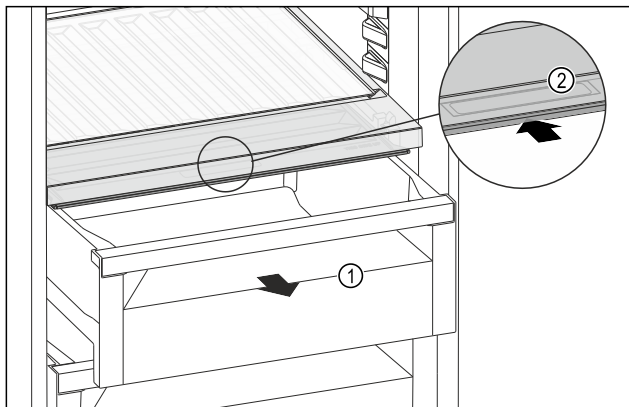

Fig. 195
- ▶ Schubfach Fig. 195 (1) herausziehen.
- ▶ Griffmulde Fig. 195 (2) am Fachdeckel anfassen und Fachdeckel gleichzeitig nach hinten schieben.